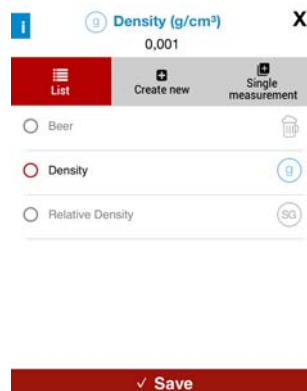

图 9-4: 保存测量结果
2. 找到稳定测量值后，会出现弹窗，您可以选择如何保存测量结果，参见图 9-4。